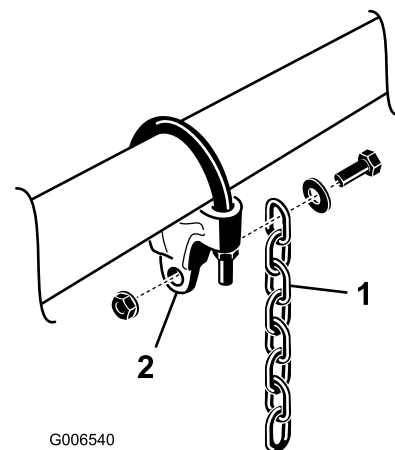

Figure 12
- Montez une chaîne de levage sur chaque support de chaîne avec une vis, une rondelle et un écrou, en positionnant l'ensemble comme montré à la Figure 12